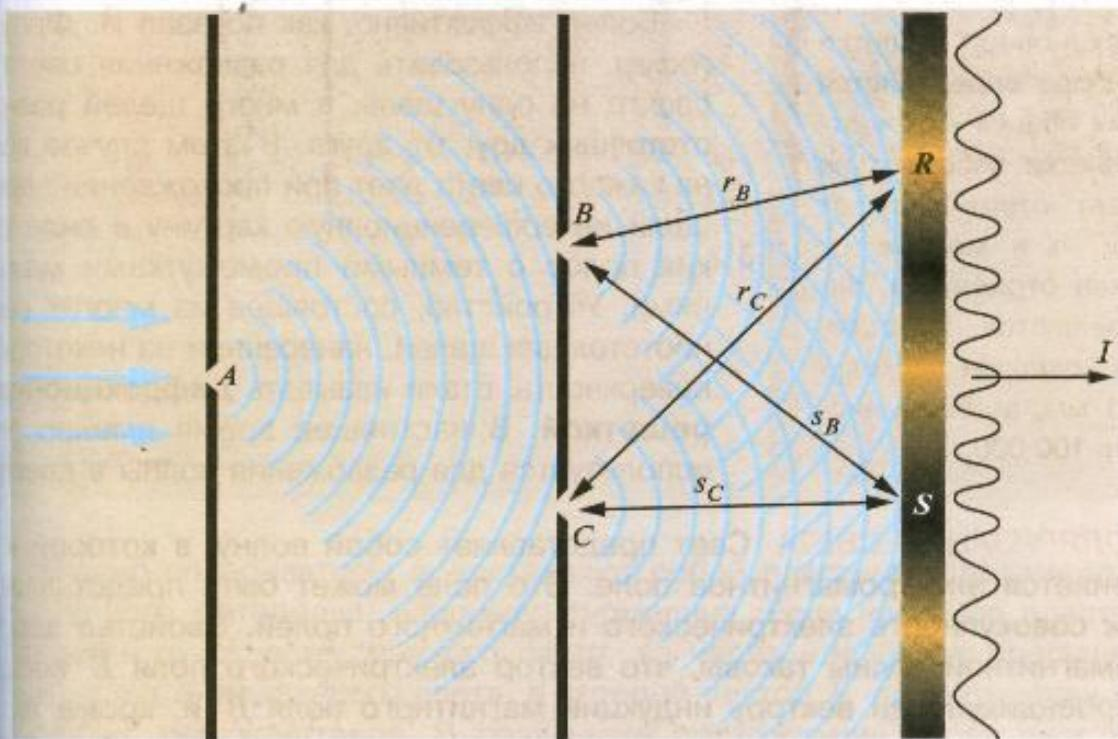

Рис. 44. Схема опыта Юнга
длинные синусоиды). Впервые эту проблему решил Юнг, поставив опыт, в котором две волны создаются из одной (рис. 44).
- ▶ В схеме опыта (см. рис. 44) максимумы для различных длин волн не совпадают. Но один из максимумов для всех длин волн расположены в одной точке. Что это за максимум?